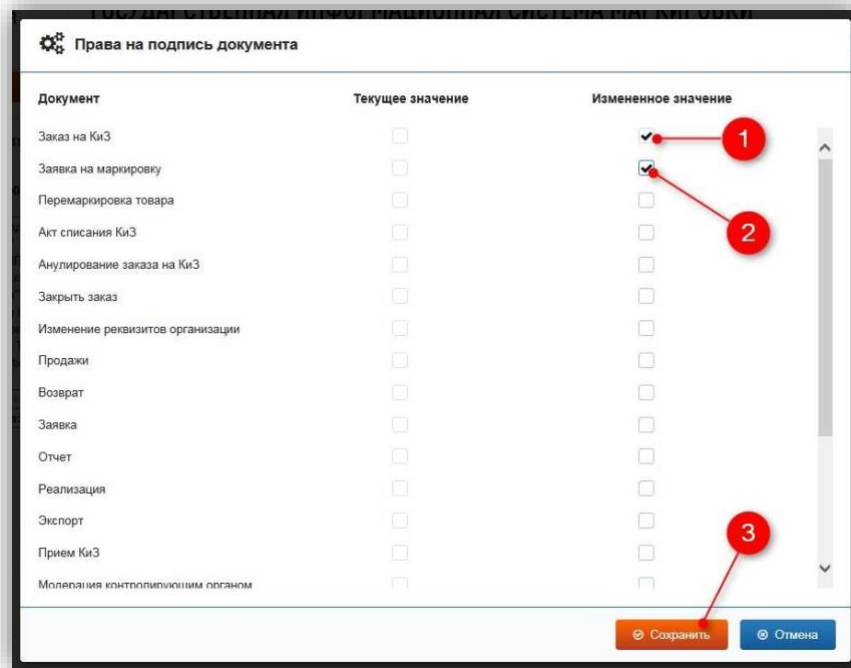

Рисунок 32 – Выбор документов, которые пользователь сможет подписывать
– В открывшейся форме «Права на подпись документа» отметьте те типы документов, которые пользователь сможет подписывать выбранным сертификатом, и нажмите кнопку «Сохранить» (рис. 32).